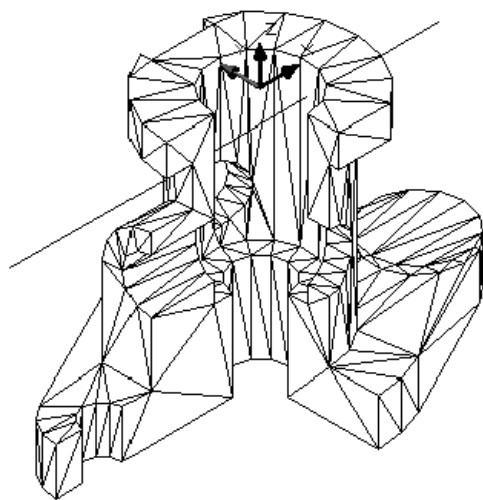

图 7-97
(45)单击【修改】下拉菜单中的【实体编辑】子菜单中的【差集】选项。将矩形的拉伸体从实体中减去。如图 7-97 所示：